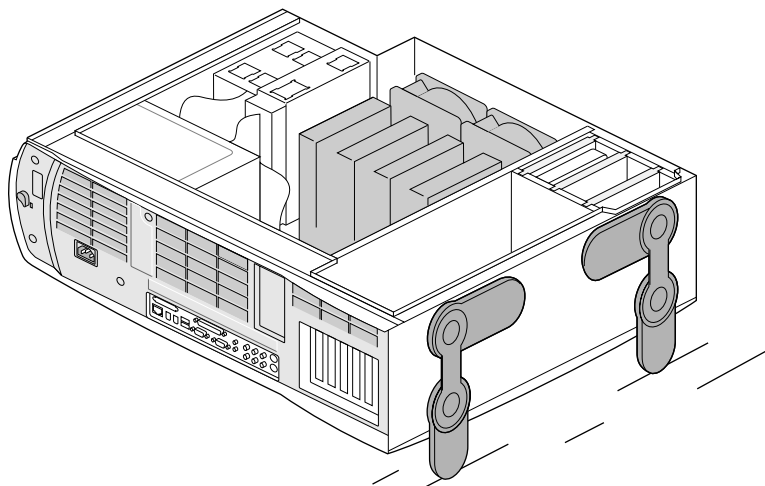

Figura 2-5 Colocando o sistema na lateral
É recomendado apoiar o sistema na lateral para instalar os processadores e os reguladores de voltagem, a memória e a fonte de alimentação. Esse procedimento também é conveniente para ter melhor visibilidade, sem que os cabos atrapalhem. (Veja a Figura 2-5.) Siga estas etapas:
4. Quando a estação de trabalho estiver deitada na lateral, gire os dois pés da estação de trabalho mais próximos ao chão em direção ao assoalho para estabilizar o sistema enquanto você executa a sua tarefa. Veja a Figura 2-5.